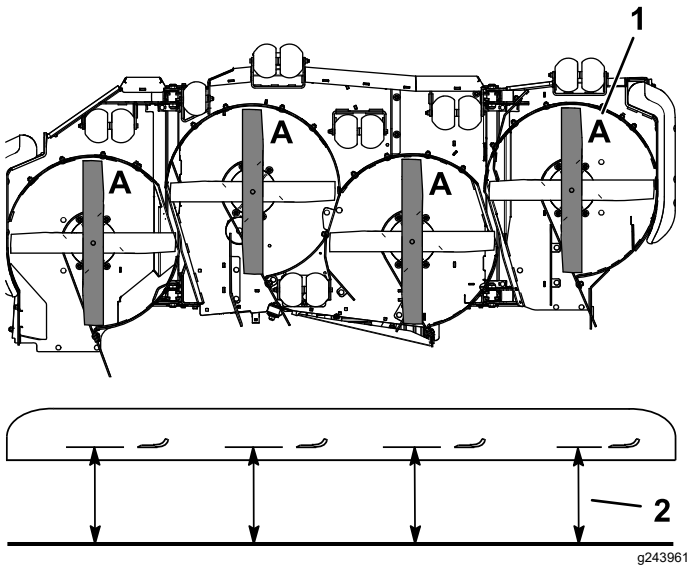

Figure 71
- Tournez les lames dans le sens longitudinal (Figure 71).
- Mesurez la distance entre la surface plane et le tranchant (position **A**) des lames (Figure 71).